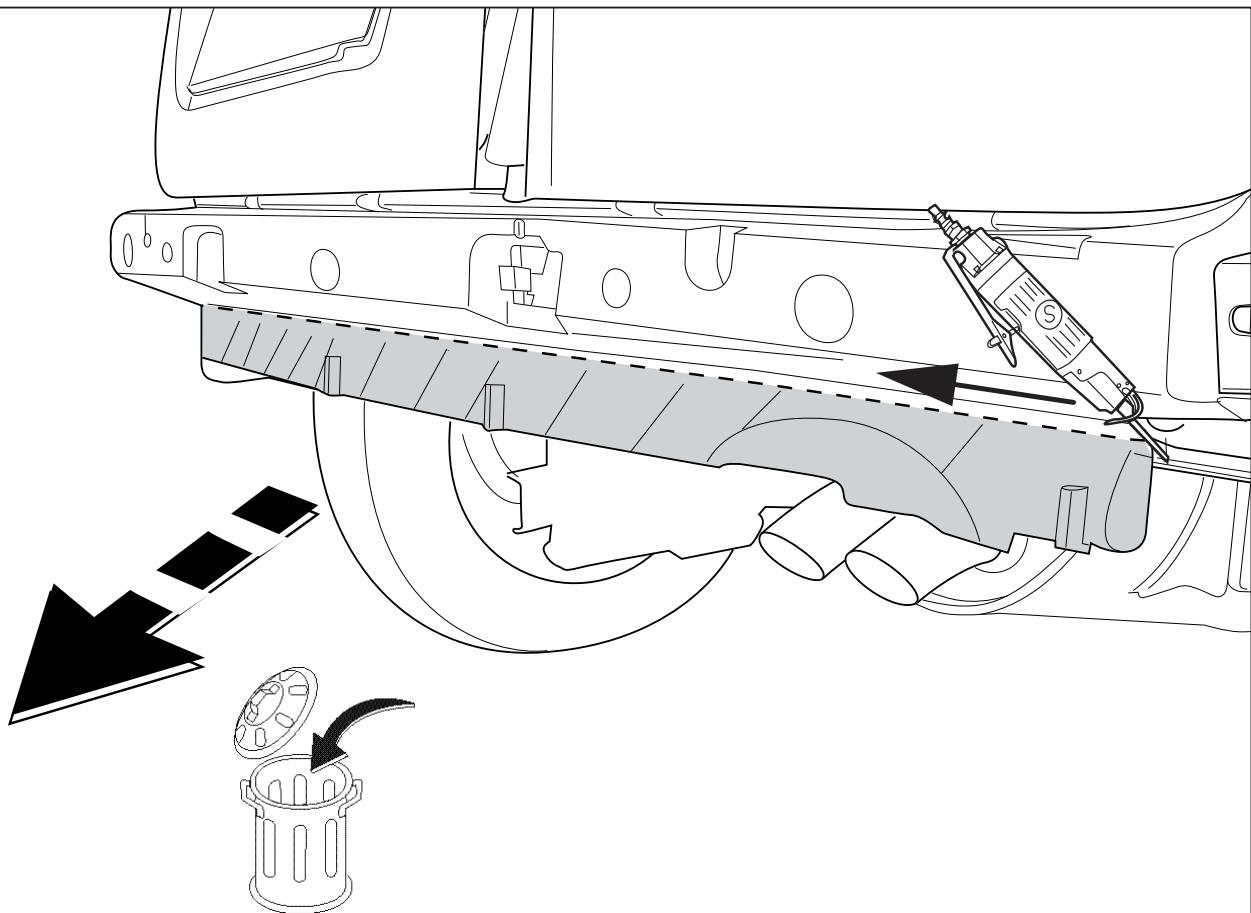

Fig.3
4. Для автомобилей Be Bop/Express Compact: Выпилить обозначенную часть, как указано на рис. 3.